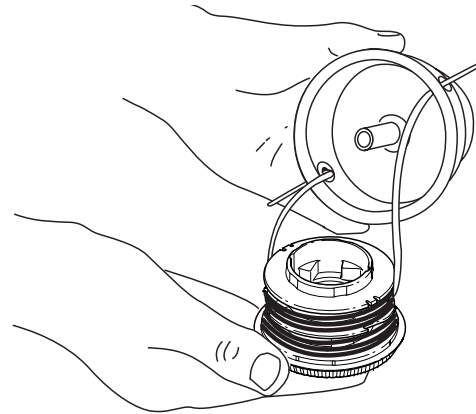

Fig. 15
3. Insérez les extrémités du fil du moulinet intérieur neuf dans les œillets de la bobine extérieure (Fig. 15). Enfoncez le moulinet intérieur neuf, flèche vers le haut, dans la bobine extérieure.